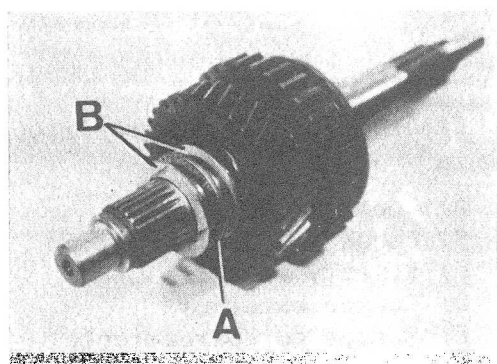

Fig. C1-122 Conjunto eje principal
1.6. Extraer el rodamiento axial, A (Fig. C1-122) y sus dos arandelas de empuje, B.